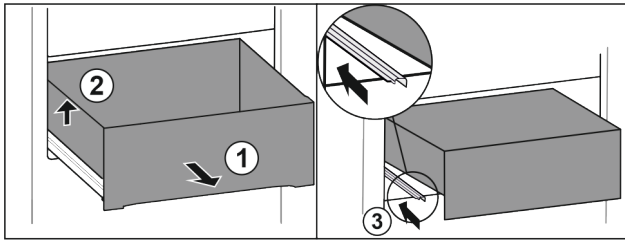

Fig. 41
- ▶ Lade tot de aanslag eruit trekken. Fig. 41 (1)
- ▶ Lade links optillen. Fig. 41 (2)
- ▶ Linker rail erin schuiven. Fig. 41 (3)